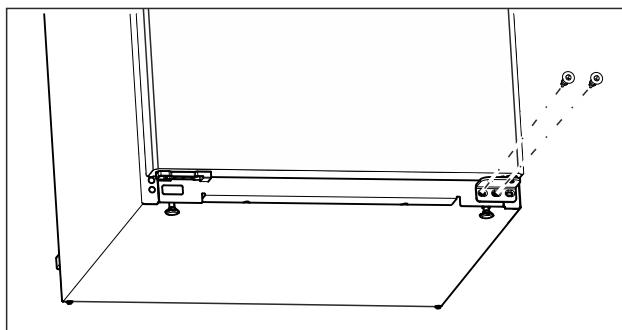

Fig. 15
- Na spodnjem ležajnem podstavku z izvijačem Torx 20 odvijte sredinski vijak. (glejte Fig. 15)
- Na spodnjem ležajnem podstavku z izvijačem Torx 20 odvijte notranji vijak. (glejte Fig. 15)